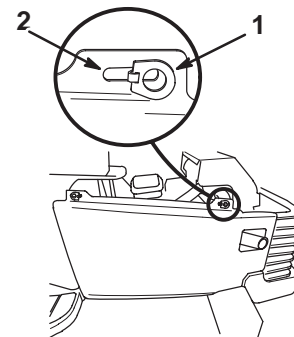

Figure 4
3. Soulevez et tournez chacun des verrous du panneau latéral jusqu'à ce qu'ils se trouvent dans l'alignement de la fente (Fig. 4).